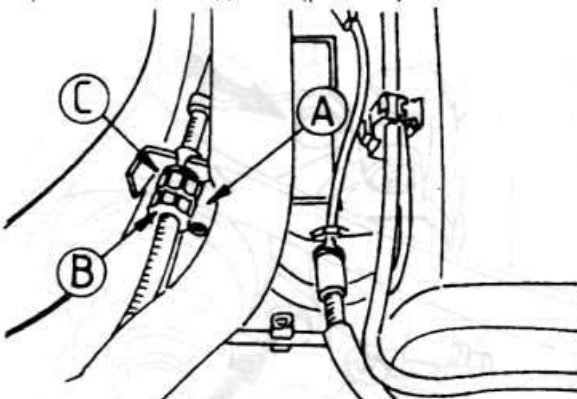

**Рис. 6.8**
- ♦ Прижмите диск болтами крепления колес и измерьте боковое биение диска при помощи индикатора (рис. 6.8).